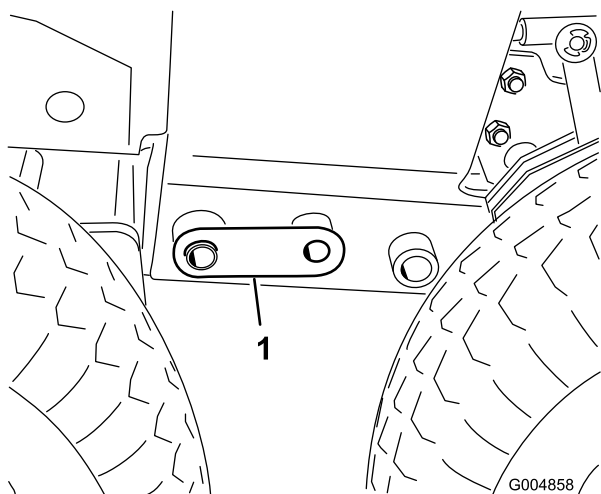

図 49
13. フロアジャッキを調整してフレーム穴 25mm とうしを整列させ、機体両側にカップラピンを取り付ける 図 49。